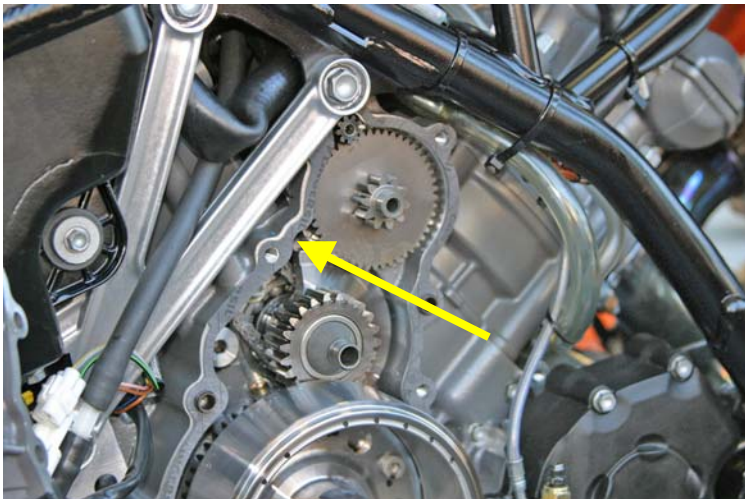

Bild 6
- 8.) Dichtflächen von Generatordeckel und Gehäuse reinigen und neue Dichtung (Bild 6) einbringen; - zur Fixierung der Dichtung, diese an einigen Stellen leicht mit Fett bestreichen und Generatordeckel aufsetzen.